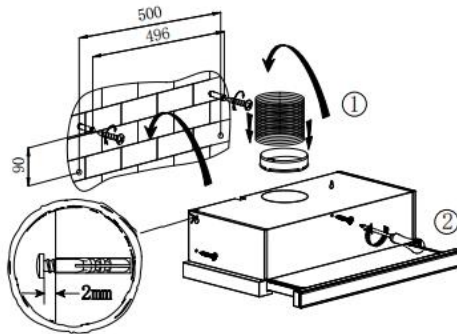

**Abb. 1**
1. Die Dunstabzugshaube sollte in einem Abstand von 65-75 cm von der Kochfläche aufgestellt werden, um die bestmögliche Leistung zu erzielen. Siehe Abb. 1.